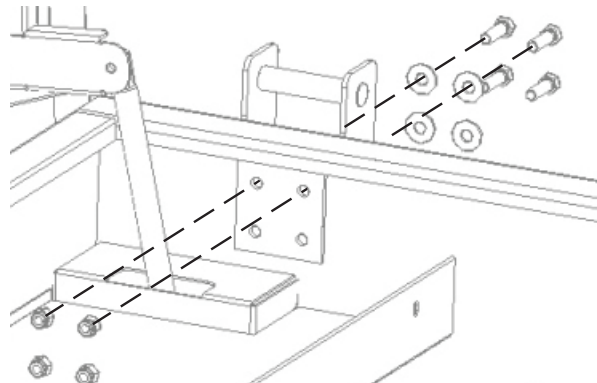

Figure 3 (Caisse pour piano)
4. Monter les supports avec les fixations, comme indiqué dans la figure 3, et serrer à un couple de 47 pi-lb. Tous les quatre supports doivent être utilisés.